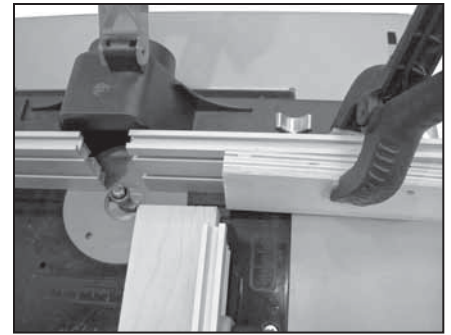

Figure 22
1. Fixer un morceau de matériel de rebut de 25 mm (1 po) du côté entrée du guide de la toupie. La pièce peut être fixée à la face du guide à l'aide d'un dispositif de serrage temporaire ou au profilé en aluminium à l'aide de boulons de 1/4 po de la longueur appropriée avec les écrous correspondants dans la face du matériel de rebut. Si le morceau de bois est fixé au profilé, il pourrait être avantageux d'en fixer un deuxième morceau du côté sortie. Ces faces auxiliaires sont pratiques pour créer des ouvertures de foret avec un dégagement et elles peuvent être prolongées pour plus de stabilité à l'entrée et à la sortie. Encore une fois, ce morceau supplémentaire doit se trouver du côté entrée seulement. La pièce à travailler doit dégager la face d'entrée avant d'entrer en contact avec la fraise, il peut donc s'avérer nécessaire d'éloigner d'avantage la face auxiliaire par rapport au foret. Voir la figure 22.